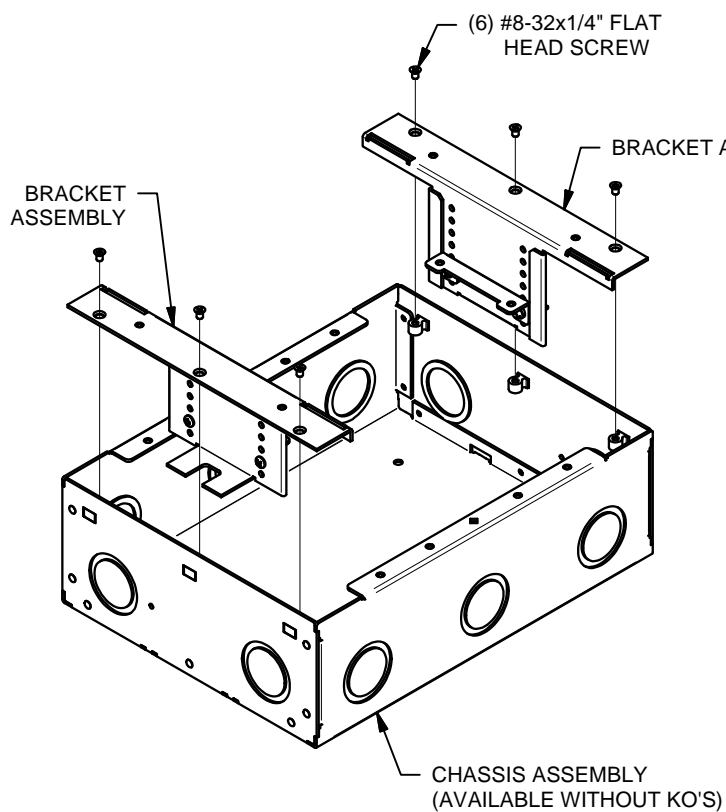

FIGURE 7
4. INSTALL BRACKET ASSEMBLIES AS SHOWN IN FIGURE 7.